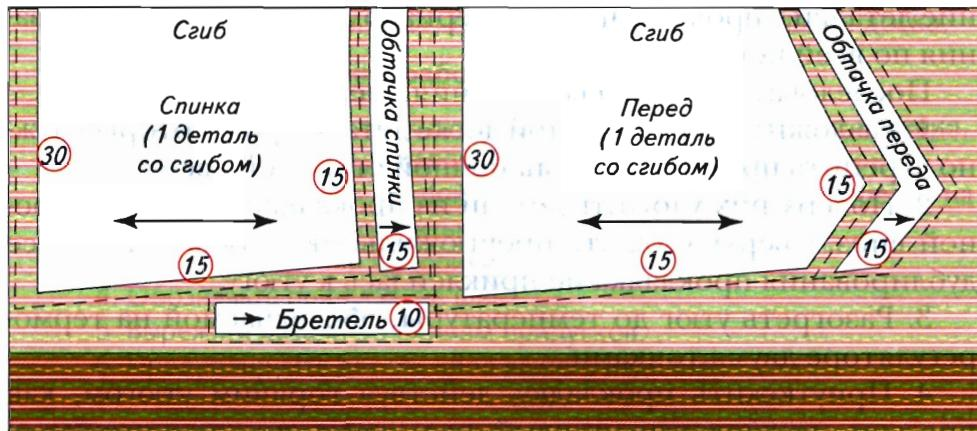
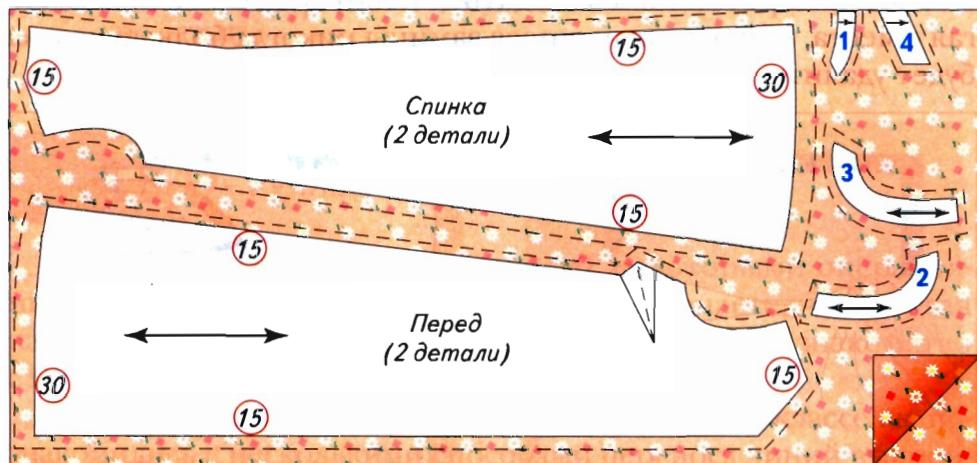

Рис. 20. Раскладка на ткани выкроек блузки-топа
Рис. 21. Раскладка на ткани выкройки платья. Обтачка: 1 – горловины спинки; 2 – проймы спинки; 3 – проймы переда; 4 – горловины переда
1. Разложить на ткани сначала большие детали выкройки, а затем мелкие. На тканях с направленным рисунком разложить их в одном направлении. (Если ткань гладкоокрашеная или её рисунок не имеет направления, для экономии ткани выкройки можно разложить в противоположных направлениях.) Приколоть выкройки булавками. Проследить за тем, чтобы размеченное на них направление долевой нити было параллельным кромкам ткани. На рисунках показано, как уложить на ткань бумажные выкройки блузки-топа (рис. 20) и платья (рис. 21).